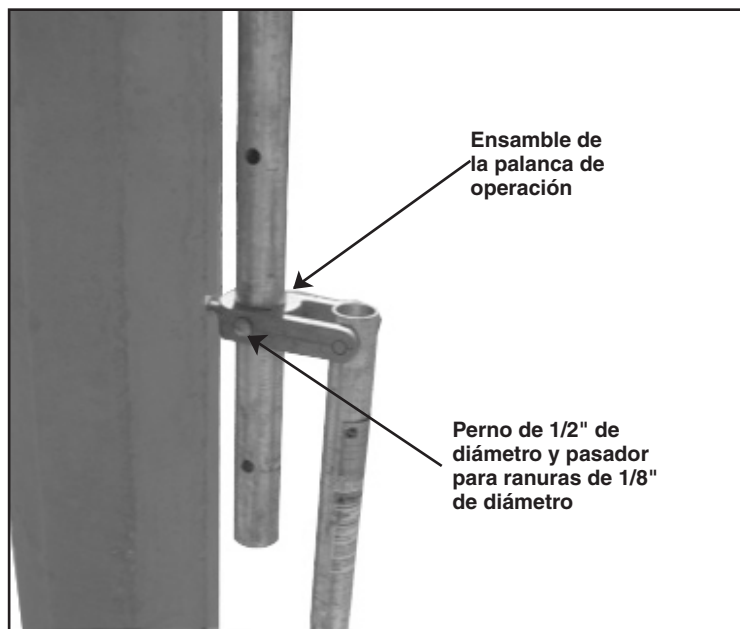

Figura 21. Fijación del ensamble de la palanca de operación.
Fije el ensamble de la palanca de operación a la sección de tubo más baja utilizando el perno de acero inoxidable de ½ pulgada de diámetro que se proporciona. Vea la Figura 21. El perno debe entrar en el orificio pasante del tubo que esté más cercano a la posición que se muestra en el plano de montaje (PM).